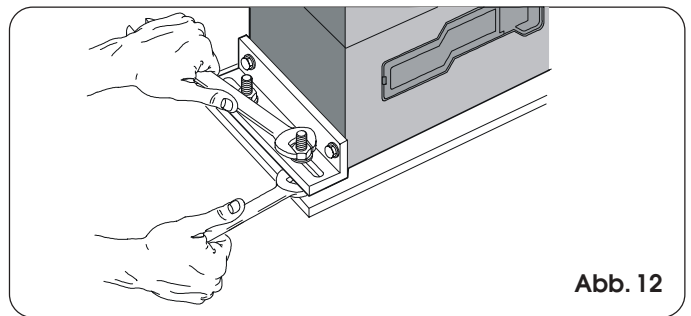

Abb. 12
- 5) Den Triebemotor auf der Grundplatte befestigen, indem die Muttern gemäß Abb. 12 angezogen werden.